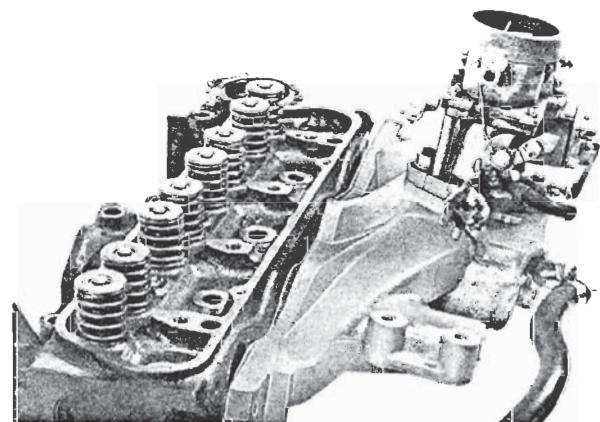
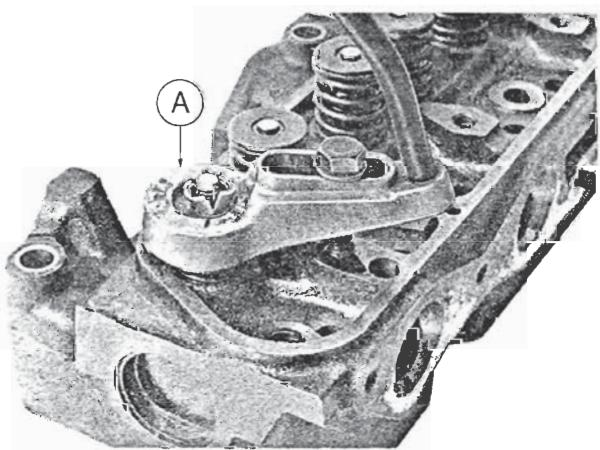

Fig. 76 - Indsugningsmanifold med karburator.
Fig. 77 - Afmontering af ventilfjedre.
1. Afmonter indsugningsmanifolden (5 bolte) komplet med karburator og udstødsmanifold (6 møtrikker) fra topstykket, Fig. 76.
2. Afmonter udstødsmanifoldens tapbolte (6) samt varmemålerens senderenhed.
3. Afmonter ventilfjedrene og fjederholderne med specialværktøj Fig. 77